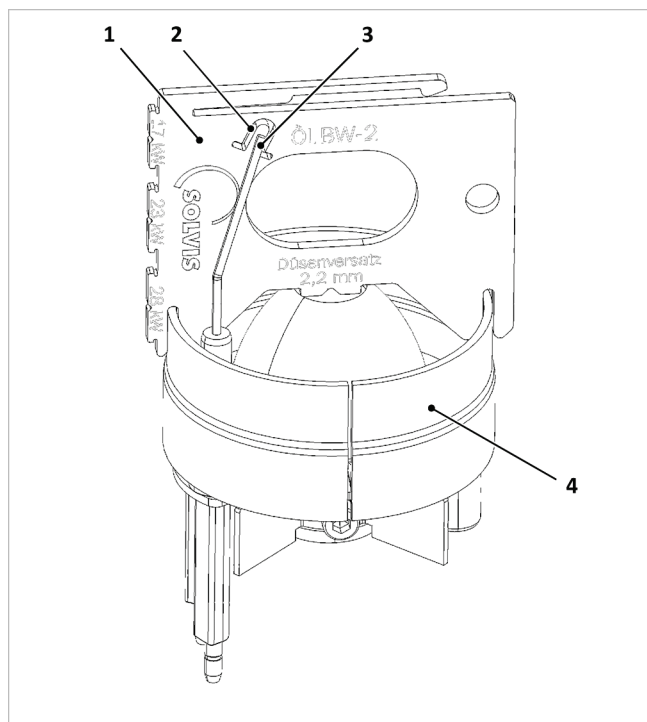

Abb. 149: Zündelectroden prüfen
1. Lage der Elektroden (3) wie in → Abb. 149 gezeigt kontrollieren und ggf. durch vorsichtiges Biegen korrigieren.
2. Mindestlänge kontrollieren. Das untere Ende des Kontrollfensters (2) der Einstelllehre gibt die Mindestlänge der Zündelektroden vor. Sind die Elektroden nur noch geringfügig länger, sollten sie getauscht werden.